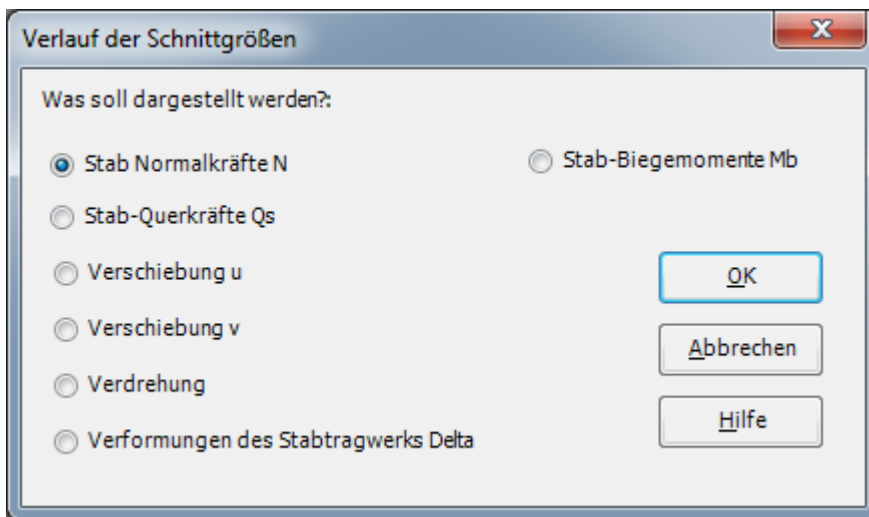

Bild 6.33 Optionsfeld "Verlauf der Schnittgrößen (in der Ebene)"
- Wählen Sie "Stäbe" und dann "Verlauf der Schnittgrößen (in der Ebene)" aus der Registerkarte "Ergebnisse". Das folgende Optionsfeld im Bild 6.33 erscheint